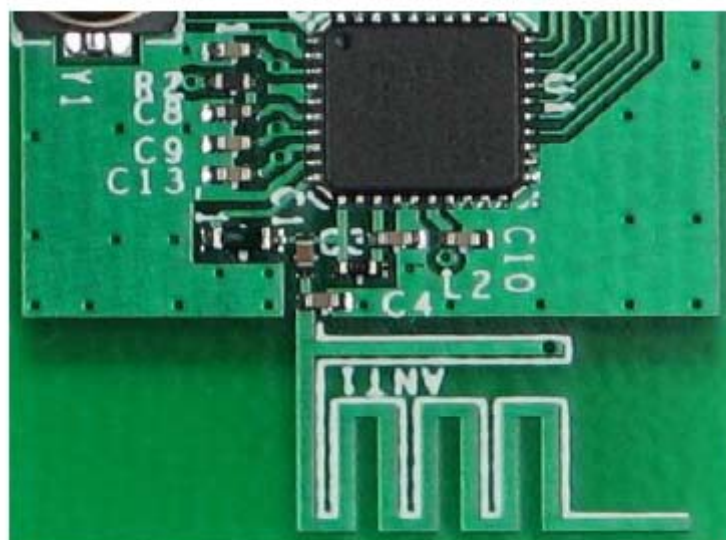

图 5. PCB 天线
2. PCB 天线：它是 PCB 上的一根 PCB 走线，并且可以将其画成直线形走线、反转的 F 形走线、蛇形或圆形走线等。在一个 PCB 天线中，与导线天线不同的是，该天线没有被露到外部空间内，而是在同一个 PCB 层上以二维(2D)结构形式存在；请参见图 5。